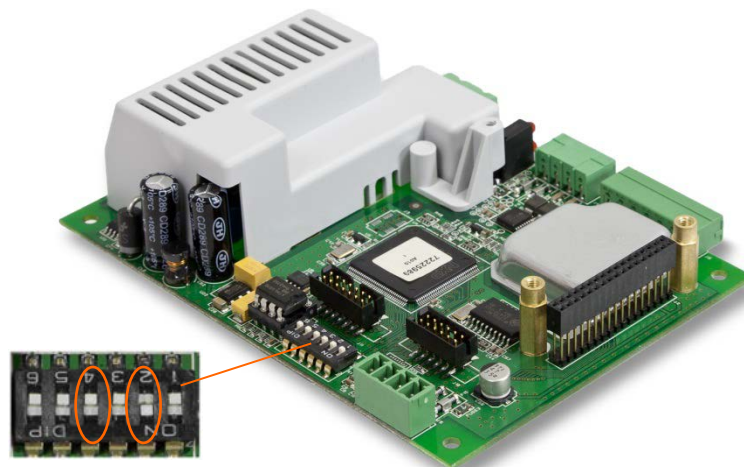

Figura 4-9: Interruttori SW1-1 e SW1-2
2. Commutare l'interruttore SW1-2 in posizione ON (acceso), come mostrato in Figura 4-9.
- La posizione dell'interruttore SW2-4 (mostrata anche nella Figura 4-9) determina se all'esecuzione della reimpostazione generale vengono reimpostati dati dell'EEPROM significativi dal punto di vista metrologico, relativi alla taratura della bilancia. Per la reimpostazione dei dati dell'EEPROM, l'interruttore SW2-4 deve essere commutato in posizione di accensione (ON). Se l'interruttore SW2-4 è commutato in posizione di spegnimento (OFF), la reimpostazione generale **non** avrà alcun effetto sui dati dell'EEPROM.